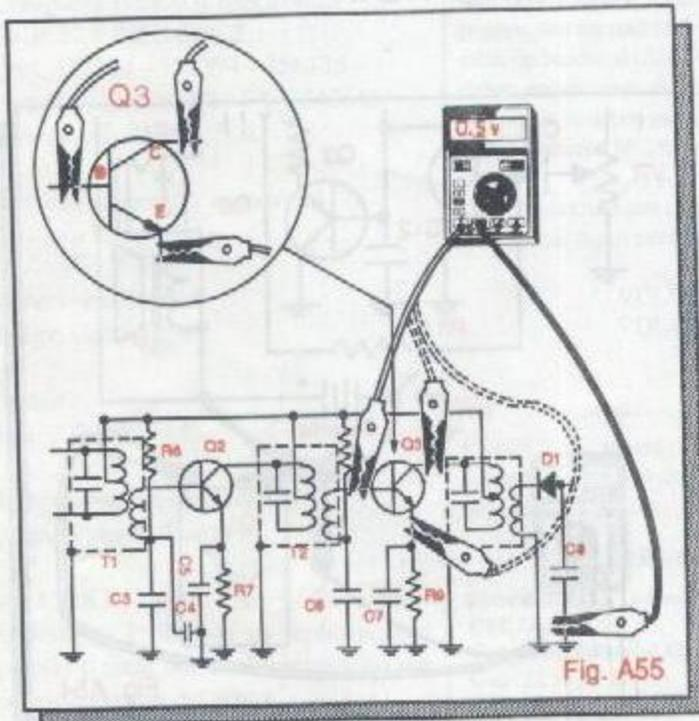

Fig. A55
Paso 3. Vaya tocando con el terminal positivo del multímetro uno a uno los terminales del transistor, el colector (E7), la base (E4) y el emisor (E8). Anote cada medida de voltaje en la tabla 1. Figura A55.